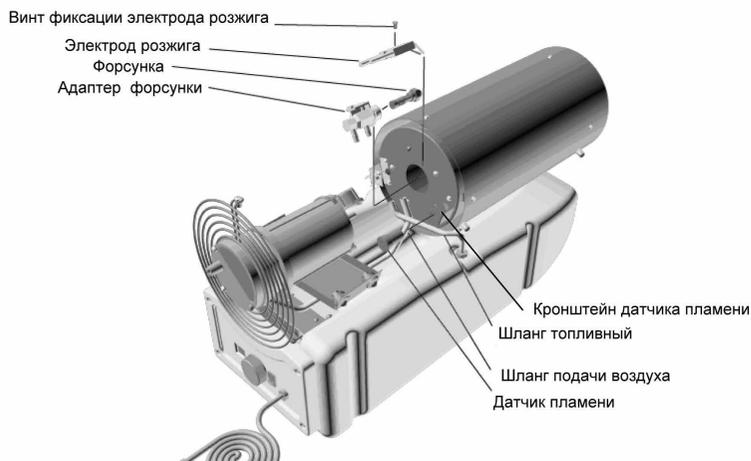

Рис. 11
3. Вытащите датчик пламени из кронштейна (рис. 11).